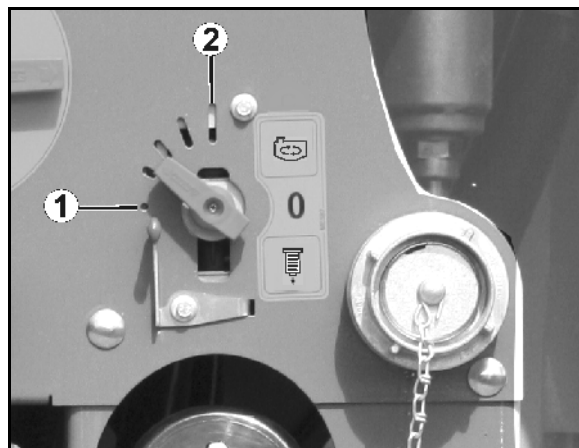

Fig. 39
- Posisjon Fig. 39/1:
- Posisjon Fig. 39/2: